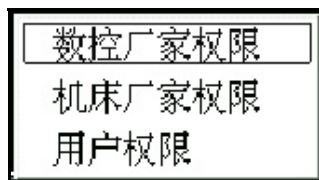

图 9.1.1 选择修改参数（口令）的权限
- (1) 在参数功能子菜单(图 9.0.1)下按 **F3** 键，系统会弹出如图 9.1.1 所示的菜单窗口；